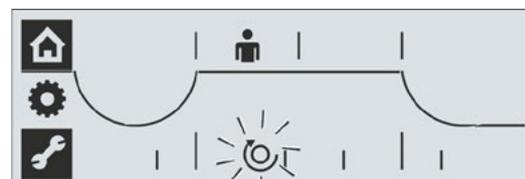

Fig. 3: Meny «Endeosisjoner» er aktiv, lukkeretning mot høyre
3. Velg lukkeretning: Drei på dreiebryteren. I displayet skifter lukkeretningen – i eksemplet ved siden av fra venstre mot høyre (Fig. 3).